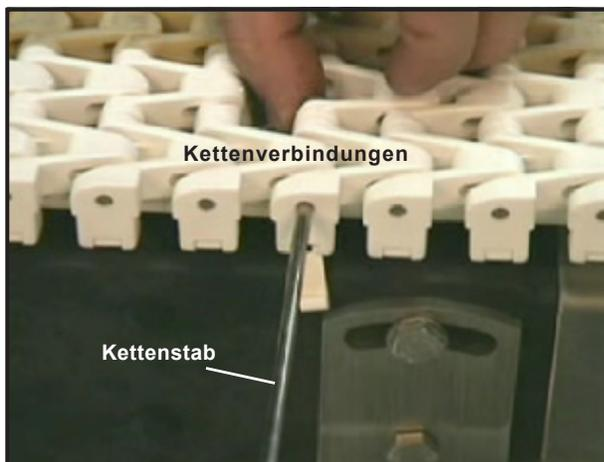

Abbildung 31: Fügen Sie den Kettenstab durch die Verbindungen
- Geben Sie die Kette um den Antrieb herum ein, indem Sie (A) das Ende der Kette um dieses herumziehen oder (B) den Antriebsschaft manuell drehen. Drücken Sie die Kette NICHT in die Antriebsritzel, da die zusammengedrückte Kette nicht richtig in die Ritzel einrastet. Wenn dies richtig durchgeführt wird, wird die Kette reibungslos eingegeben.
- Fügen Sie den Kettenstab auf einer Seite ein und verbinden Sie erneut jede Verbindung, indem Sie den Stab hindurchschieben (Abbildung 31).